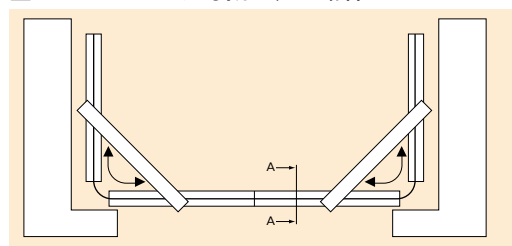

図8-A
- カーブレールのコーナー部では、扉が内側に入るので注意してください。図8-Aのように開口スペースが制限されます。